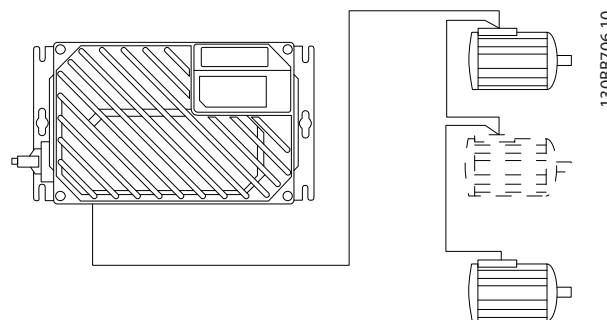

Ilustración 2.8 Conexión en paralelo de motores
- Las instalaciones con cables conectados a un punto común, como en *Ilustración 2.8*, sólo son recomendables para longitudes de cable cortas.